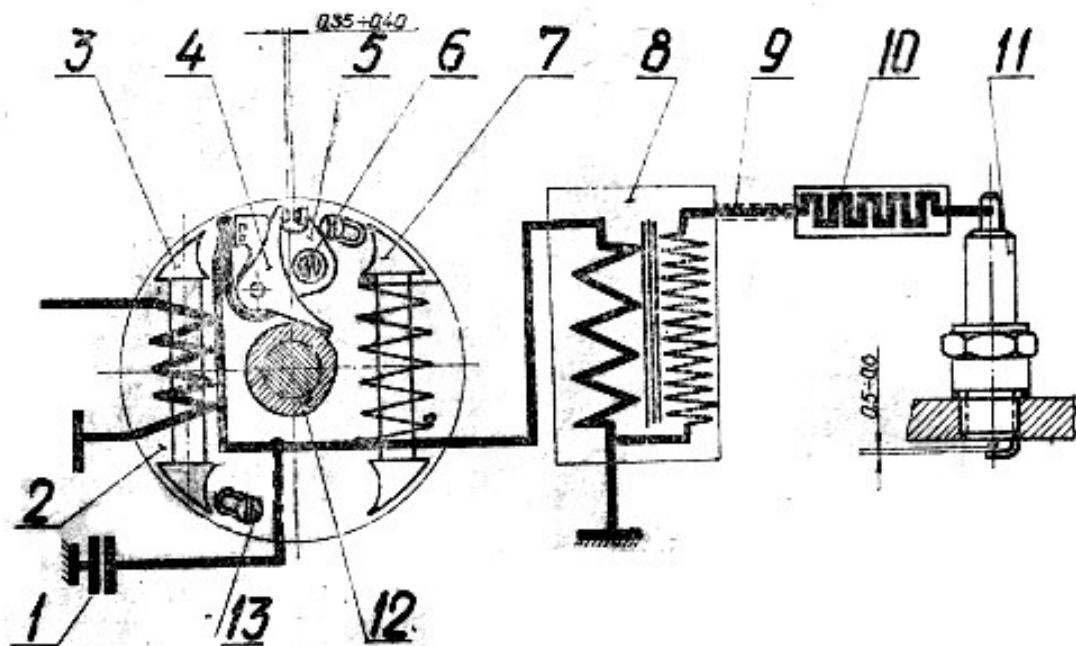

Рис. 8. Схема системы зажигания
В систему зажигания двигателя входят: маховичный генератор, высоковольтный трансформатор, свеча зажигания и провод высокого напряжения. Схема системы зажигания показана на рис. 8.
Провод высокого напряжения имеет пластмассовый наконечник 32 (Рис. 5), который надевается на свечу; в наконечнике установлено сопротивление 10. (Рис. 8) для подавления высокочастотных электромагнитных колебаний, возникающих в системе зажигания и создающих помехи в приеме телевизионных и радиосигналов.
- установите поршень в В. М. Т., при этом зазор между контактами прерывателя должен быть 0,3—0,4 мм; если величина зазора не соответствует заданной, отверните винт 6 (Рис. 8) и поворотом пластины прерывателя 5 на необходимый угол установите нужный зазор;